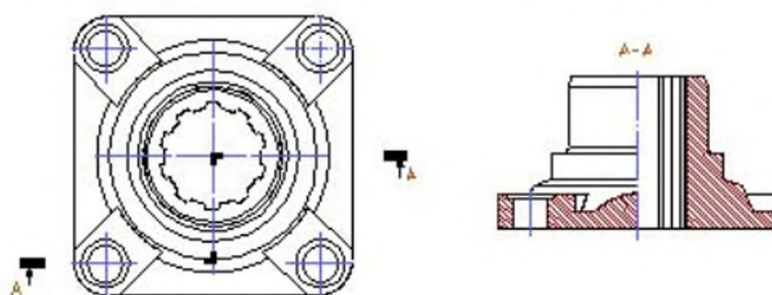

Рис. 5.8
3. В строке состояния появится запрос **Плоский вид?**. Следует указать курсором и щелчком левой кнопки «мыши» плоский вид. Построить линию разреза, указывая последовательно начальную, промежуточные и конечную точки. В ступенчатом разрезе линия разреза определяет набор секущих плоскостей, пересекающихся *только под прямым углом*. Для завершения построения линии нужно нажать среднюю кнопку «мыши» или клавишу **Esc**. Разрез будет построен (рис. 5.8).